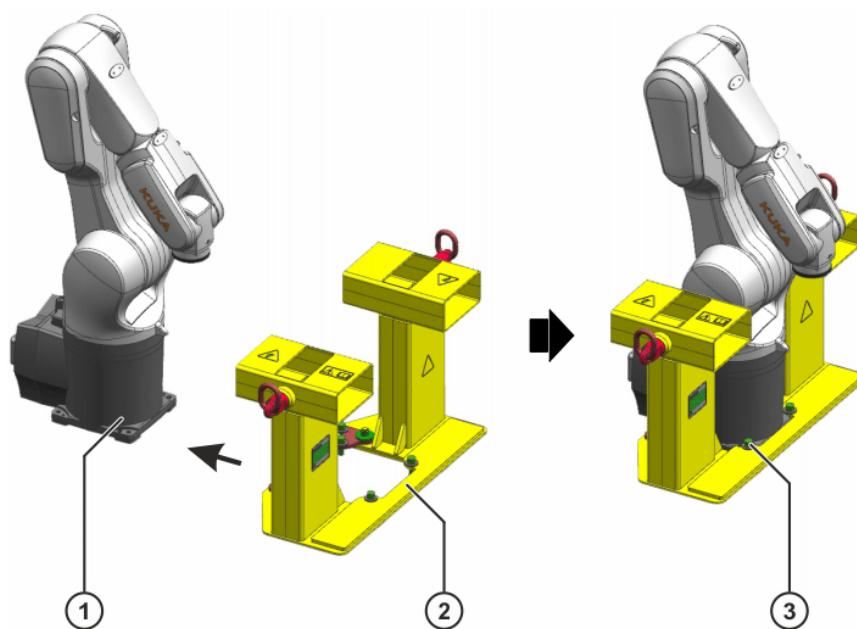

Abb. 7-15: Lastaufnahmemittel aufschieben und vorn befestigen
3. Lastaufnahmemittel von vorn auf das Grundgestell des Roboters vorsichtig aufschieben (>>> Abb. 7-15).